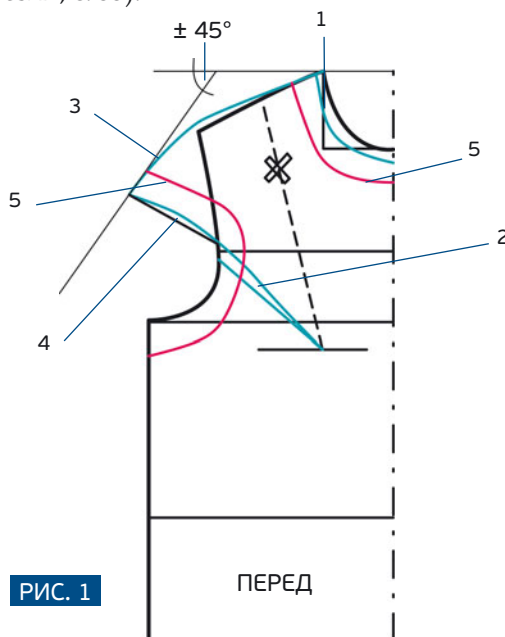

РИС. 1
3. От горловины начертите верхнюю линию рукавчиков, проходя через линию плеча, затем делая угол около 45° на длине, равной длине рукавчиков (здесь 10 см). Округлите образовавшийся угол. Затем с помощью прямой соедините с вытачкой в пройме, как показано на рис. 1.
5. Начертите обтачки горловины и проймы, затем скопируйте их (рис. 1, красным цветом). Перечертите обтачки проймы после закрытия вытачки (см. кн. 1 «Моделирование женской одежды», гл. «Вырезы», с. 33).